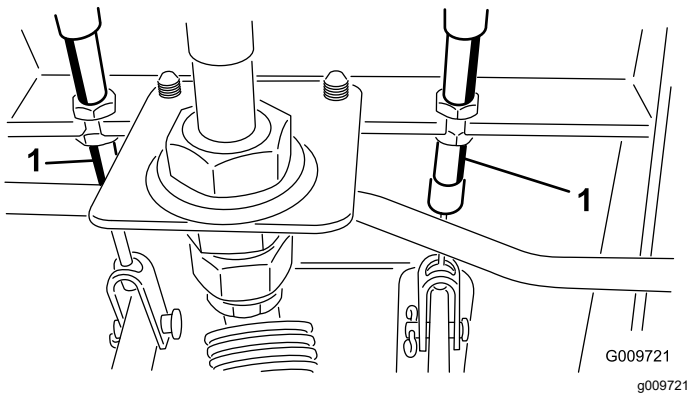

Bild 117
- A. Lockern Sie die vordere Mutter an der Gewindeseite des Bremszuges (Bild 117).